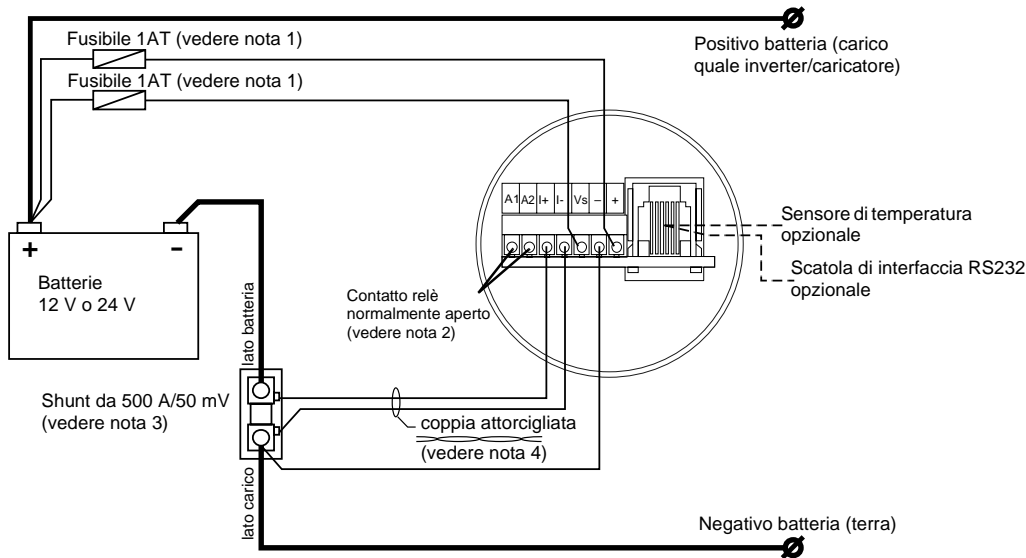

Figura 5 Diagramma di collegamento cavi
3. Collegare il sistema di monitoraggio alle batterie. **Assicurarsi che i due fusibili da 1 amp vengano rimossi dai portafusibili in linea prima di collegare i fili alla batteria.** Attenersi scrupolosamente al diagramma (Figura 5) e alle note corrispondenti. Collegamenti errati possono causare malfunzionamenti del sistema di monitoraggio batterie e/o pericoli di incendio. Le linee spesse riportate nel diagramma rappresentano i cavi di corrente principali. Questi cavi devono trasportare corrente a pieno carico proveniente dalla batteria. I cinque fili diretti al sistema di monitoraggio batterie possono essere collegati allo shunt e alla batteria mediante capicorda universali.